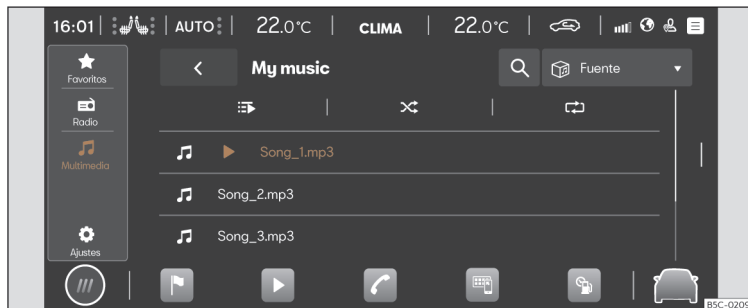

Fig. 167 Representación esquemática: Vista Multimedia.
- Pulse **HOME** > ► > >>> **fig. 167**.